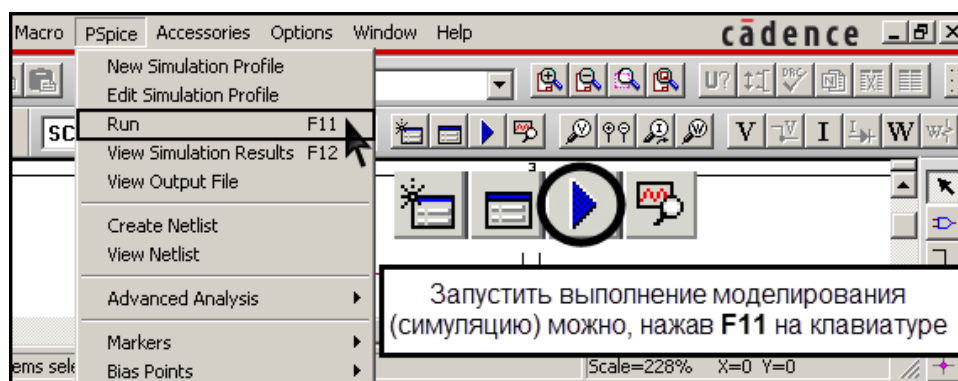

Рис. 6. Запуск моделирования
6. Запустить симуляцию. Команда PSpice>Run, F11 на клавиатуре, или щелчок соответствующего значка на панели инструментов (рис. 6).